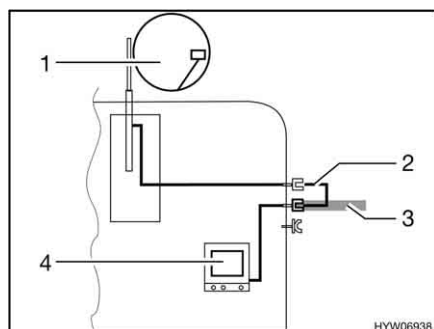

Fig. 133 TV dans le véhicule
- TV dans le véhicule (Fig. 133,4) : Raccord à l'antenne sur le toit (Fig. 133,1) avec câble d'alimentation (Fig. 133,2)
- TV dans le véhicule (Fig. 133,4) : Raccord à l'antenne extérieure (Fig. 133,3)